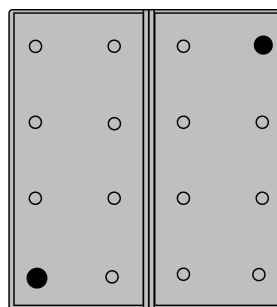

Figure 5: Activation du mode de programmation pour touches de scène
- Appuyer simultanément pendant 4 secondes sur les touches supérieure gauche et inférieure droite (Figure 5).
- Appuyer brièvement simultanément sur les touches supérieure droite et inférieure gauche (Figure 5).